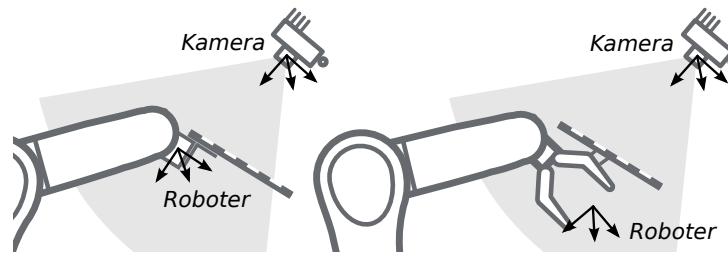

Abb. 6.18: Alternative Montageoptionen für die Befestigung des Kalibrieramusters am Roboter
6.17 und Abb. 6.18 angegeben, angebracht werden.
Bemerkung: Für das Modul zur Hand-Auge-Kalibrierung spielt es keine Rolle, wie das Kalibriermuster in Bezug auf das benutzerdefinierte *Roboter*-Koordinatensystem genau angebracht und positioniert wird. Das bedeutet, dass die relative Positionierung des Kalibriermusters zu diesem Koordinatensystem weder bekannt sein muss, noch für die Kalibrierroutine relevant ist (siehe in Abb. 6.18).